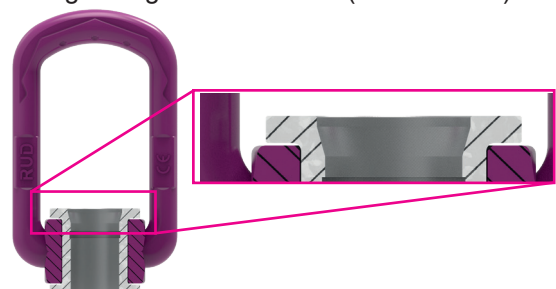

Abb. 9: VLBG im Schnitt dargestellt. An der oberen Buchse ist die Einführschräge zu erkennen
1. Stecken Sie die Schraube in die mit einer Einführschräge ausgeführte Buchse (siehe Abb. 9).